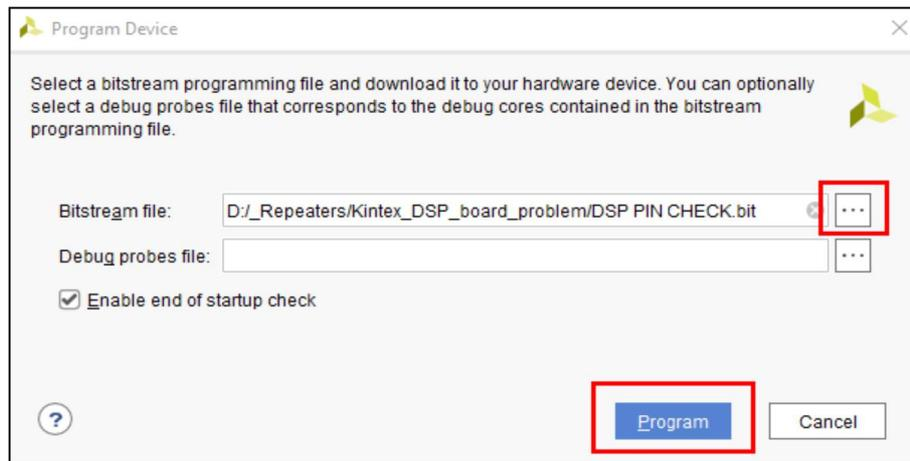

Рис. 1-8 Запуск процесса программирования ПЛИС Kintex
9.2. Выбрать файл прошивки (.bit) для ПЛИС Kintex и запустить процесс программирования, нажав «ОК» (Рис. 1-8).